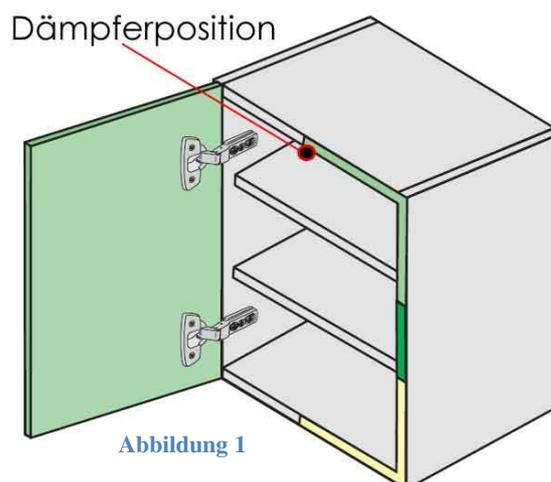

Abbildung 1
**Testen Sie** den ersten Dämpfer am besten an einem **Schrank mit 2 Türen**. Öffnen Sie dazu die rechte Tür und **halten die den Dämpfer inkl. Halterung an die obere Schrankkante der linken Tür**, etwa in mittiger Position (Siehe Abbildung 1). Je weiter Sie jetzt den Dämpfer in Richtung des Tür-Scharniers schieben desto leichtgängiger ist die Dämpfung. Schließen Sie die linke Tür mehrmals und überprüfen Sie so die Funktion des Dämpfers. **Sie können den Dämpfer so auf die von Ihnen gewünschte Dämpfungsgeschwindigkeit einstellen, in dem Sie den Abstand vom Türscharnier erhöhen oder vermindern** (als grobe Orientierung gilt ein Abstand von ca. 15cm vom Türscharnier entfernt). Haben Sie die gewünschte Dämpfungsgeschwindigkeit ermittelt, **markieren Sie sich die Position** und richten die Halterung des Dämpfers an dieser Position aus. (An der Halterung haben Sie vorne einen Anschlag, welchen Sie an der Schrankkante ausrichten). **Schrauben Sie die Halterung mittels der beiden Schrauben an dieser Stelle fast und schieben Sie den Dämpfer in die Halterung. Die Türdämpfung ist jetzt fertig montiert.**